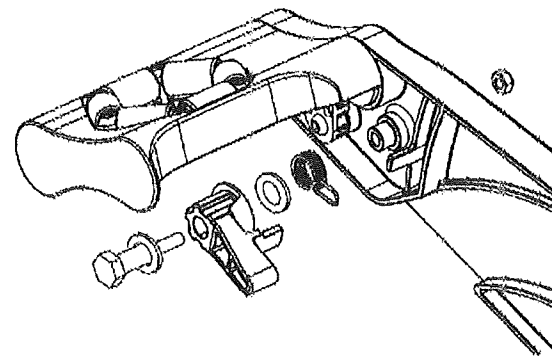

Fig. 18
- Remove the nut that fixes the latch (fig. 18).
- Quite la tuerca que une el trinquete con el brazo del enrollador (fig. 18).
- Retirer le boulon qui fixe le cliquet sur le bras de l'enrouleur (fig. 18).